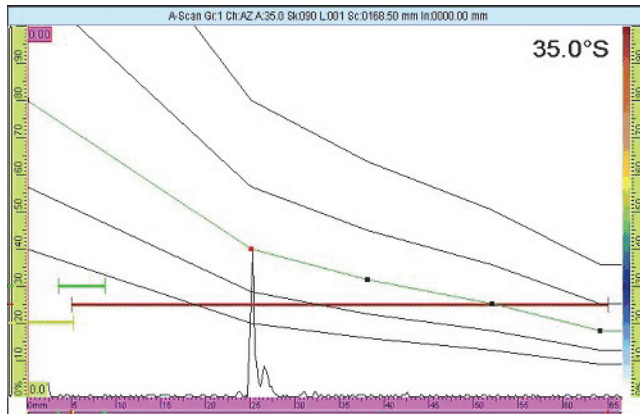

Figura 6-7 Curva DAC ubicada en la siguiente señal
- b) Ajuste el parámetro **Amplitud** para desplazar la curva DAC sobre la amplitud pico de la señal del reflector. Véase la Figura 6-7 en la página 180.